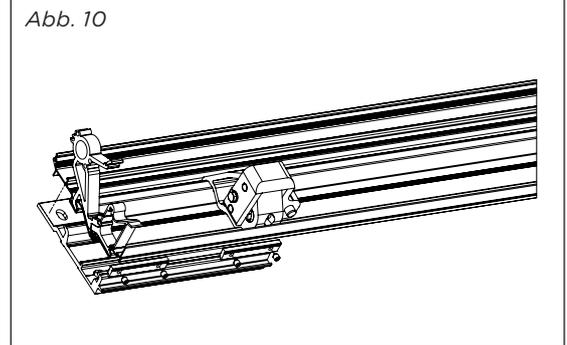

Abb. 10:
- Stets 2 Montagesicherungen pro Wandhalter: eine unter der Neigungsverstellung und eine unter der Lagerstütze (siehe Abb. 10).